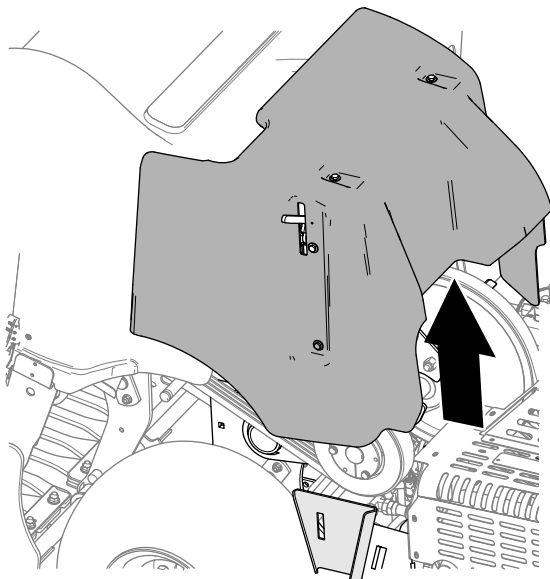

Figure 132
3. Soulevez et déposez le protège-courroies de la machine (Figure 132).